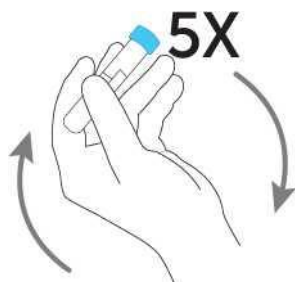

Рисунок 53: Переворачивание пробирки
10. Аккуратно переверните пробирку с образцом 5 раз (рисунок 53 (стр. 45)).